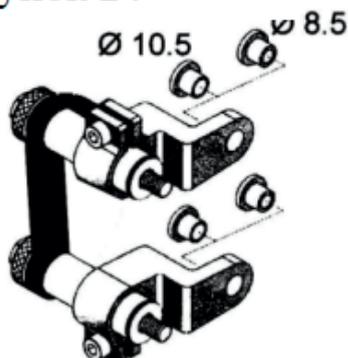

Рисунок 26
2. Определите, какие вставки использовать для адаптера в соответствии с диаметром, рис.26;